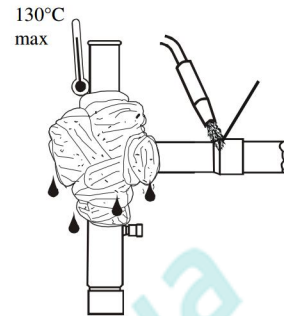

Fig. 3:
- При пайке не направляйте пламя на корпус. (Рис. 3)